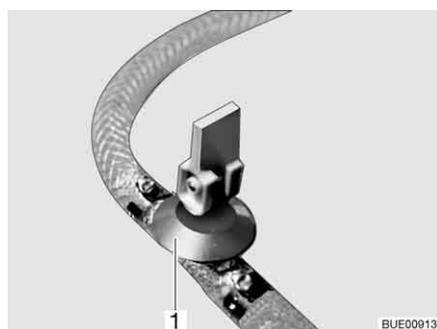

Fig. 165 Rubinetto di scarico (con leva a bilanciere)
- Chiudere tutti i rubinetti di scarico. A tale scopo, posizionare la leva a bilanciere del rubinetto di scarico (Fig. 165,1) in orizzontale.